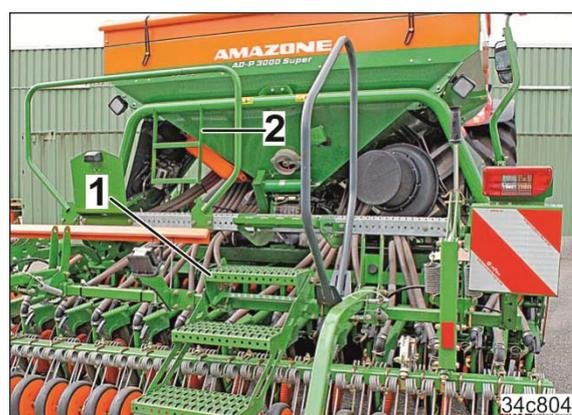

Fig. 187
6. Acceder al depósito a través de la escalerilla (Fig. 187/1), pasarela de carga o escalera de peldaños (Fig. 187/2).